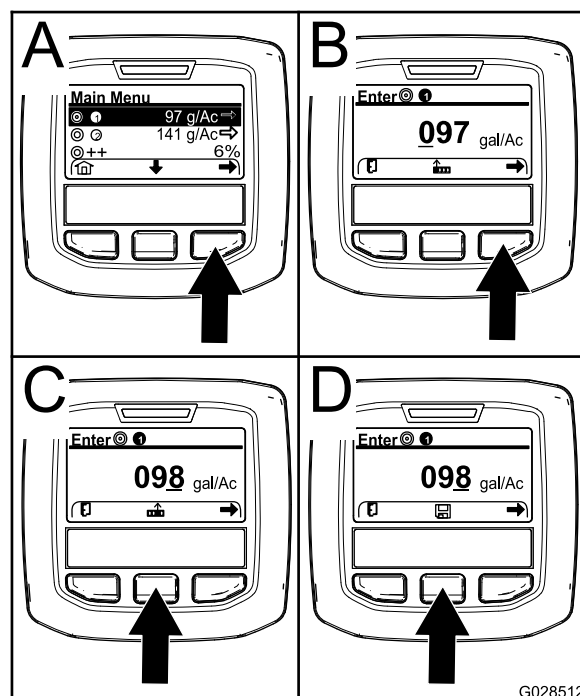

Figura 67
- Se necessário, carregue no botão de seleção central para realçar a taxa de aplicação do programa 1 do pulverizador (Figura 67).